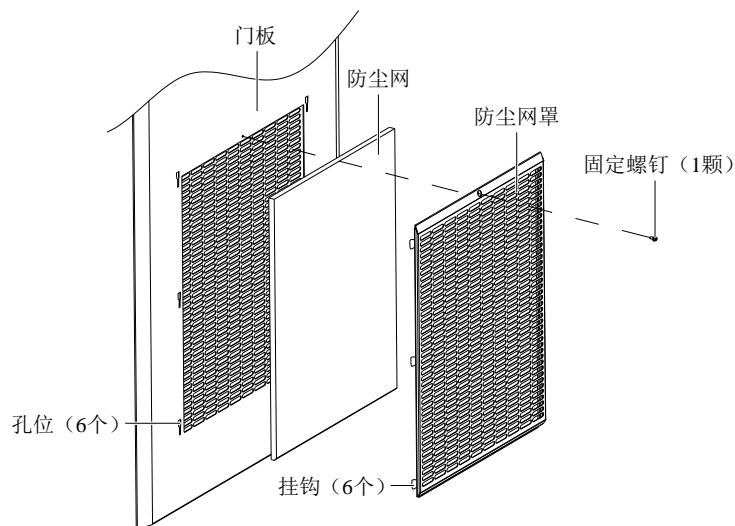

图9-3 更换防尘网
1. 拧下防尘网的固定螺钉，将防尘网罩往上推，使防尘网罩背面挂钩与门板孔位脱离。取下门板与防尘网罩之间的防尘网，如图 9-3 所示。